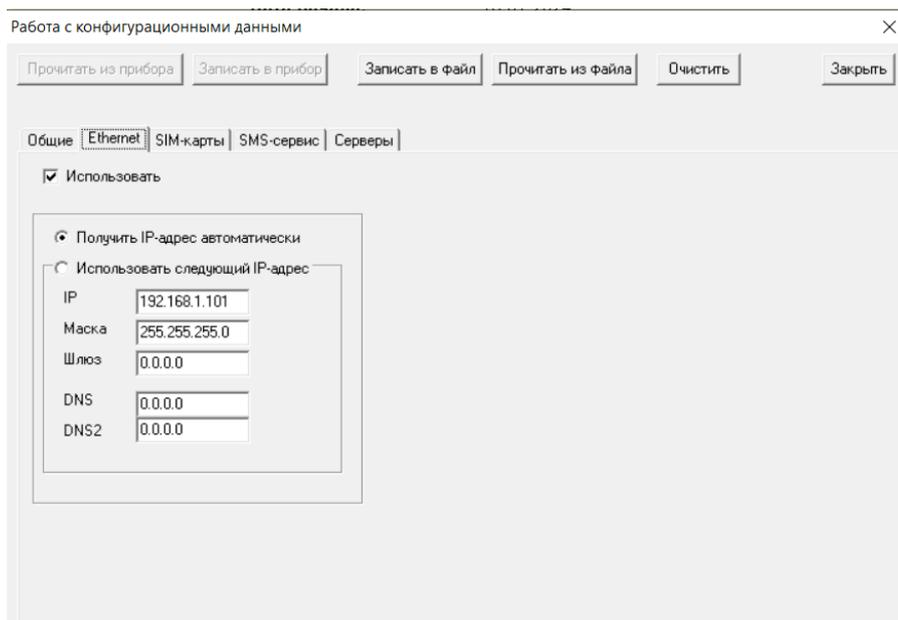

Рисунок 6.4
- При использовании канала Ethernet перейти на вкладку "Ethernet" и установить галочку "Использовать". Установить необходимые параметры IP-адреса (Рисунок 6.4).